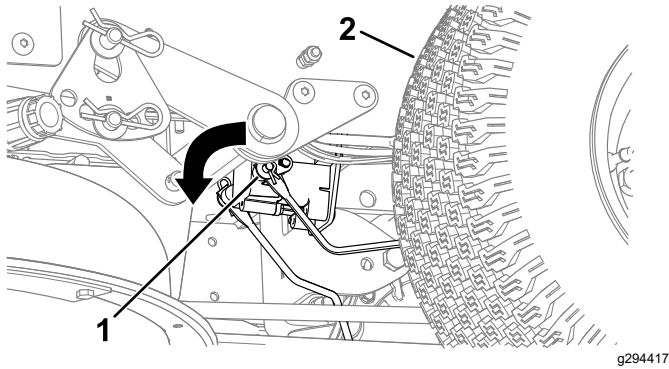

Figura 53
4. Individuate l'albero sul freno elettrico in cui sono collegati i bracci di attacco del freno (**Figura 53**).
5. Ruotate l'albero in avanti per rilasciare il freno come illustrato nella **Figura 53**.